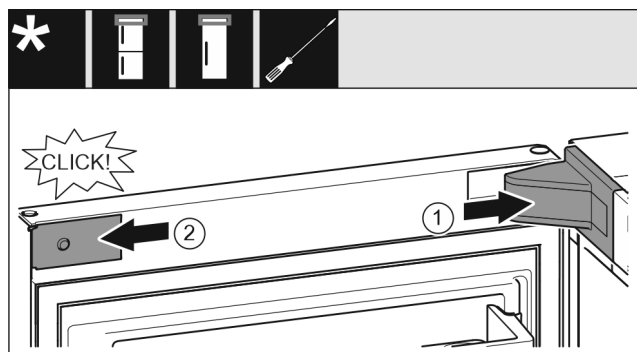

Fig. 59
- ▶ Namestite pokrov ležajnega podstavka Fig. 59 (1) in ga zaskočite, po potrebi ga previdno potisnite narazen.
- ▶ Namestite zaslonko Fig. 59 (2) in jo zatakните.